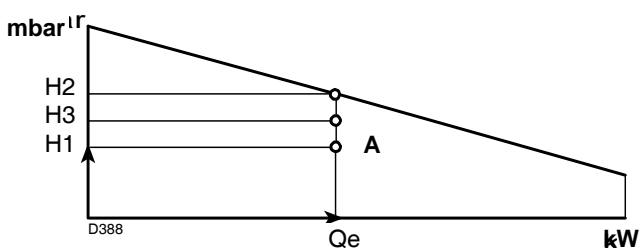

Fig. 41
point A qui doit rester dans les limites de la plage de travail (Fig. 41).
- 4 - Tracer une verticale à partir du point A, Fig. 41, et trouver la pression maximale H2 de la plage de travail.
Si H3 est supérieure à H1, comme dans la Fig. 41, le brûleur peut fournir le débit demandé.